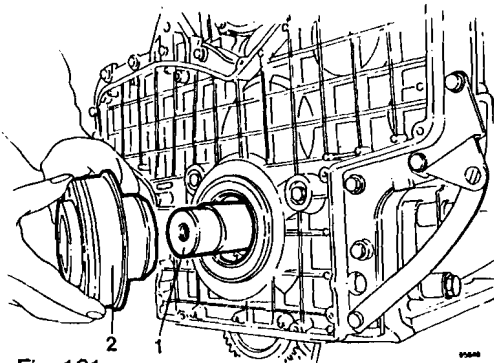

Fig. 161
- 11 Montar la pieza intermedia en el extremo del cigüeñal y ajustar el cubo sobre éste, véase fig. 161.